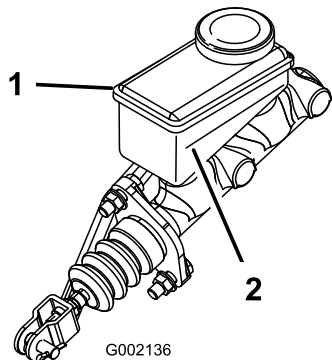

图 55
3. 观察油箱侧面的油位线图 55。
- B. 向油箱添加 DOT 3 刹车油直至液位到达最低标志线上方图 55。